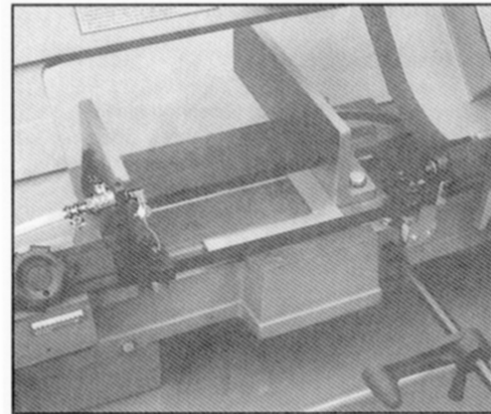

Fig. 12
2. Hou de winkelhaak zoals afgebeeld op Fig.12. De winkelhaak zou langs de hele lengte van de bankschroef en de lintzaag moeten liggen zonder dat er enige ruimte tussen zit.